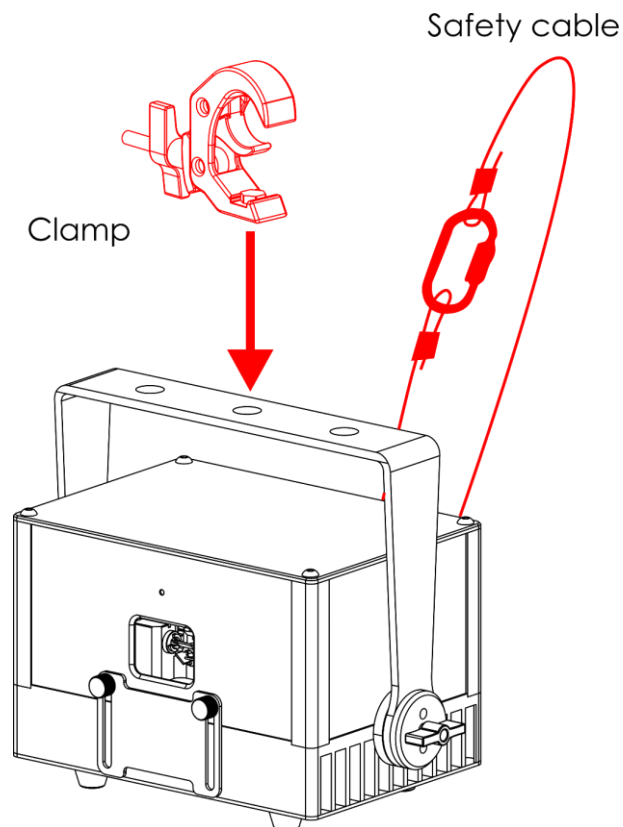

Fig. 11
- 01) Utilice una abrazadera para sujetar la unidad a la estructura de soporte como se indica en la Fig. 11. Asegúrese de que la unidad no se pueda mover libremente.
- 02) Sujete la unidad con una suspensión secundaria, por ejemplo, un cable de seguridad. Asegúrese de que la suspensión secundaria puede soportar 10 veces el peso de la unidad. Si es posible, la suspensión secundaria debería conectarse a una estructura de soporte independiente de la suspensión primaria. Pase el cable de seguridad a través de la **anilla de seguridad (20)** como se indica en la Fig. 11.